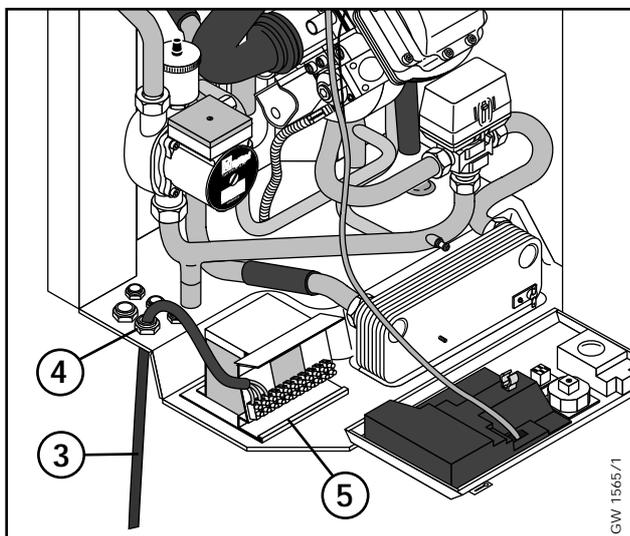

Abb. I.11: Elektroanschluß
- Lösen Sie die Schraube (1) und klappen Sie die Elektronik-Box (2) nach vorn.
- Schneiden Sie das Anschlußkabel (3) auf die erforderliche Länge zu.
- Verlegen Sie das abisolierte Anschlußkabel durch eine Kabelführung (4) in das Innere des Gerätes. Führen Sie die Mantelleitung seitlich am Trafo vorbei bis kurz vor die Anschlußklemme.
- Schließen Sie das Anschlußkabel laut Abbildung I.11 und I.12 an den Anschlußklemmen (5) an.
- Klappen Sie die Elektronik-Box (2) nach oben, und drehen Sie die Halteschraube (1) ein.